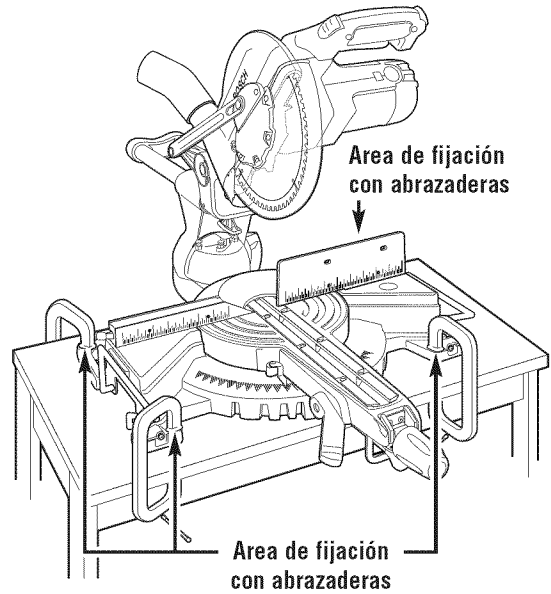

Figura 17. Montaje portátil usando abrazaderas
- Coloque una abrazadera en "C" en cada una de las áreas de sujeción y fije firmemente cada abrazadera (Figura 17).